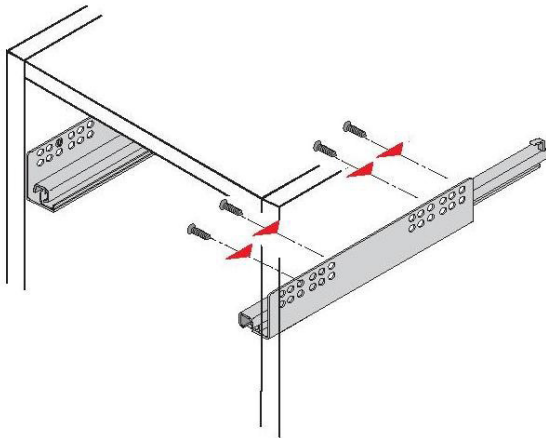

Рис. 2
3. На боковые стенки (57), (58) шурупами 6,3x10,5 установить направляющие ящиков, при этом первое отверстие на боковой стенке совместить с третьим отверстием в верхнем ряду на направляющей (рис.2 и схема сборки).